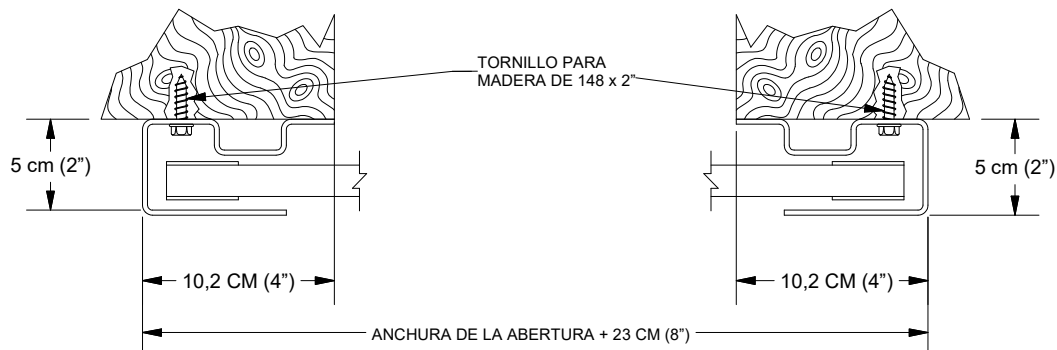

FIGURA 10: JAMBAS DE MADERA
- **JAMBAS DE MADERA** Tornillo para madera de 3/8 X 3" en la parte interior de la guía. **VEA LA PÁGINA 9, FIGURA 10.**